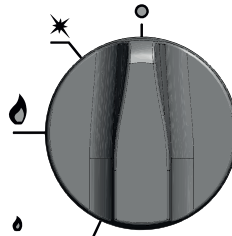

Bild 6. Die Einstellung des Drehknopfes bei welcher ein völliges Abschneiden des Gaszuflusses zu dem Brenner stattfindet.
- Man sollte sich vergewissern, ob alle Drehknöpfe der unbenutzten Brenner sich in der Position „der Brenner geschlossen“ (Bild 6) befinden. Die die Herdbrenner steuernden Drehknöpfe befinden sich auf der rechten Seite des Steuerungspanels (Bild 1, Pos.6)
- Nach dem Beenden der Arbeit des Brenners, den Gaszufluss durch das Umdrehen des Drehknopfes (im Uhrzeigersinn) in die Position „geschlossen“ absperren (Bild 6). **Achtung! Bei der Verwendung von Propan-Butan sollte bevor man den Brenner mit Hilfe des Drehknopfes verschließt, das Ventil der Gasflasche verschlossen werden!**